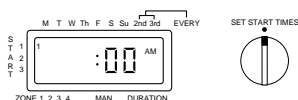

Ilustración 8
3. Oprima **ENTER** y así quedará registrada la nueva hora de comienzo (vea la ilustración 8). El indicador de la hora de comienzo pasará automáticamente a fijar la siguiente hora de comienzo. El indicador muestra "2" en el extremo izquierdo y pestañeará -:—.